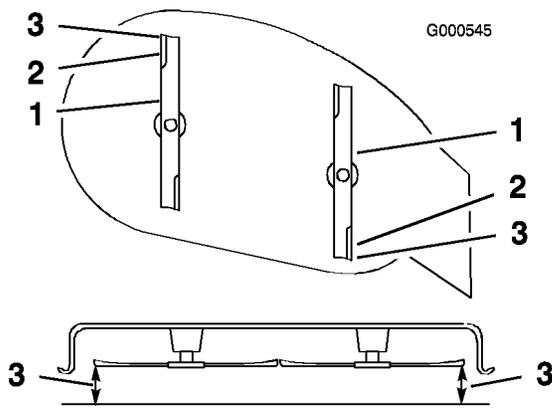

Figura 45
9. Ponga la altura de corte en **D** (76 mm) y gire con cuidado las cuchillas hasta que estén alineadas hacia adelante y hacia atrás (Figura 45).
10. Mida entre la punta de la cuchilla delantera y la superficie plana y entre la punta de la cuchilla trasera y la superficie plana (Figura 45). Si la punta de la cuchilla delantera no está entre 1,6 y 7,9 mm más baja que la punta de la cuchilla trasera, ajuste las contratuerzas delanteras.